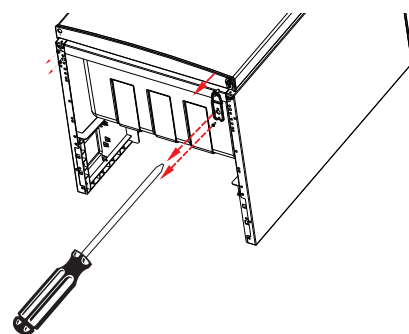

Fig. 2
- Dévissez les deux vis de fixation de la charnière inférieure à l'aide d'un tournevis cruciforme et retirez la charnière du caisson du réfrigérateur (fig. 2).